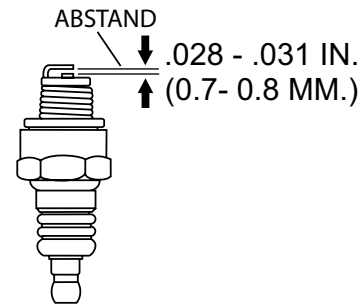

Abbildung 44. Zündkerze Abstand
1. Entfernen und reinigen Sie die Zündkerze (Abbildung 44) mit einer Drahtbürste, falls Sie diese erneut verwenden werden. Entsorgen Sie die Zündkerze, falls das Isoliermaterial rissig oder beschädigt ist.